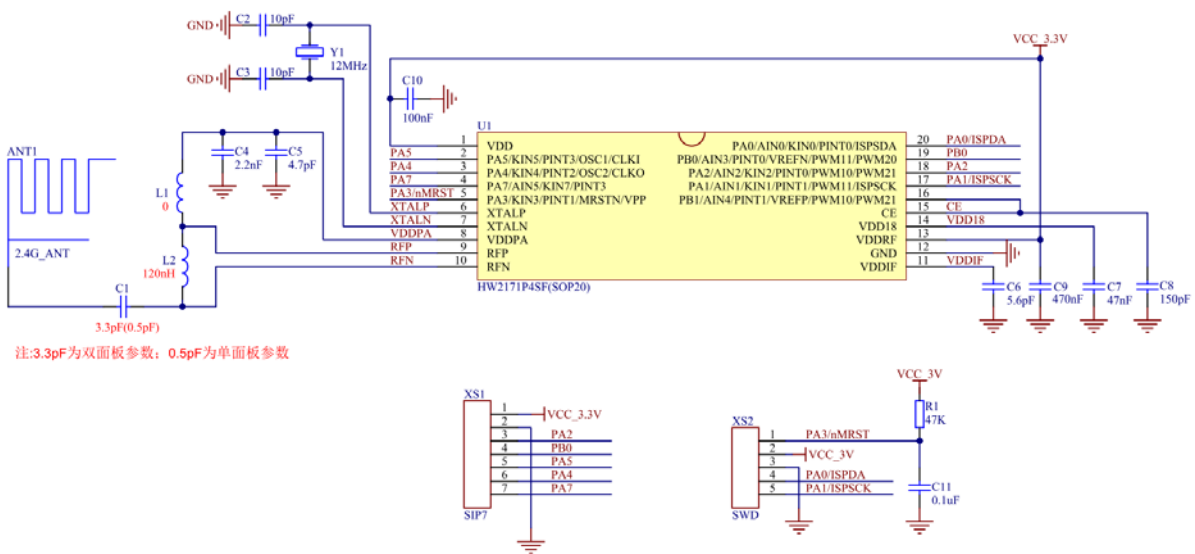

图 21-2 典型应用原理图 (SOP20)
(1) RF 收发器的 CE 脚并没有在内部和 MCU 的 IO 口相连, 所以需要外部选择一个 IO 口连接。如图 21-2 选择与 PB1 相连, 用户也可以根据实际应用需求, 和其它的 GPIO 相连。如果 IO 不
（3）需要特别注意的是，SSOP20 和 SOP20 的匹配网络 C1、L1 和 L2 的参数是不同的（如图 21-3 所示，不同之处用红色字符标出）。图 21-2 给出的是 SOP20 封装单面板的参数，如果用双面板，则 C1 需要改成 3.3pF。